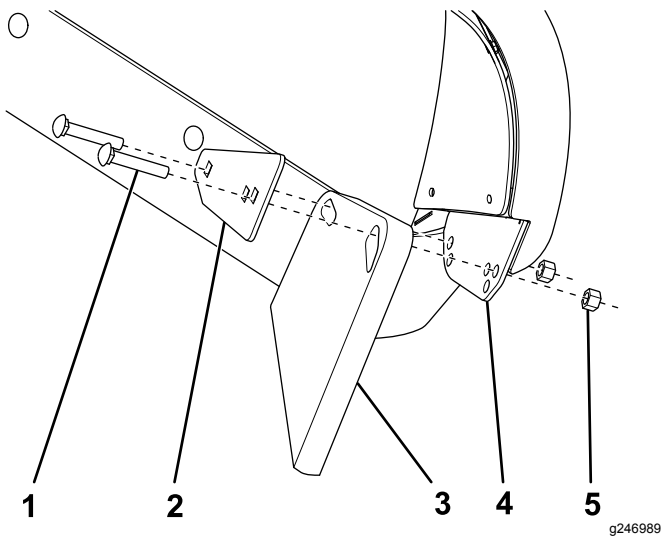

**Figura 9**
- Determine los taladros de la aleta que se van a utilizar para montar la cuchilla usando la Figura 9 y la lista siguiente: